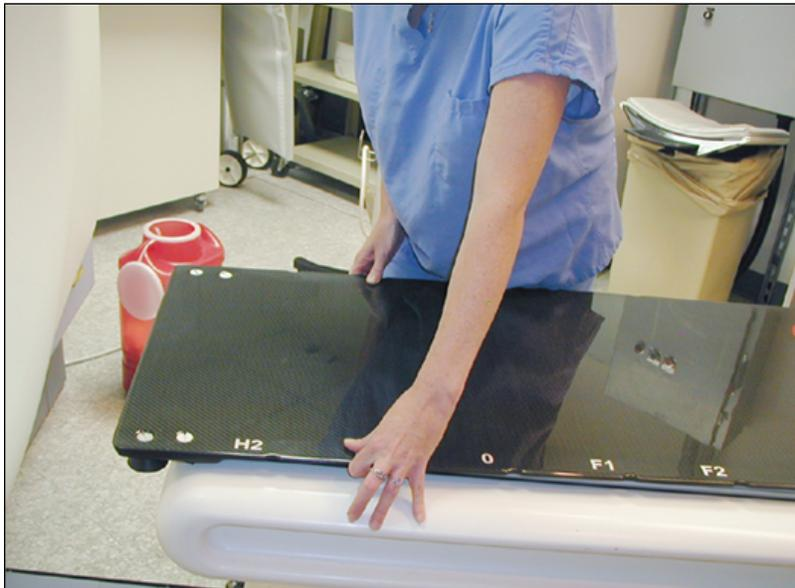

图 33
4. 将 CT 覆盖罩固定到 Canon CT 床板上,使 CT 插板的头端位于最终位置前部 3 英寸处并定位于 Canon CT 床板的中心(图 33)。